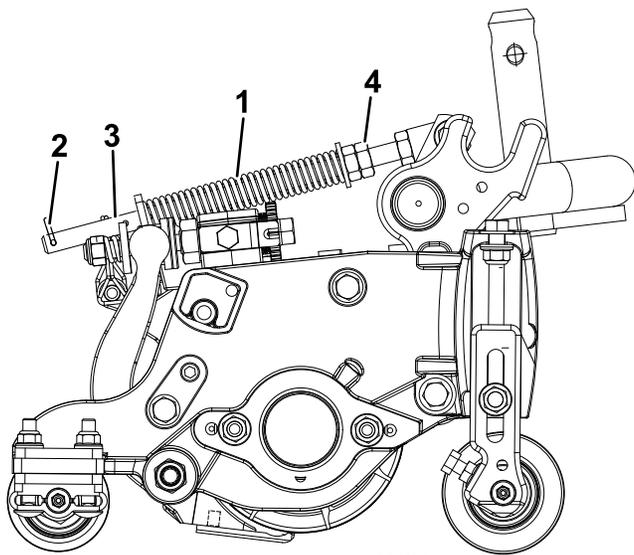

Рисунок 14
Пружина компенсации состояния грунта (Рисунок 14) переносит вес с переднего на задний каток. Это препятствует образованию на грунте волнообразных неровностей (так называемых «волн» или «трясок»).
6. Убедитесь, что игольчатый шплинт вставлен в заднее отверстие штока пружины (Рисунок 14).
7. Затяните шестигранные гайки в передней части штока пружины так, чтобы длина сжатой пружины (**Рисунок 14**) составляла 12,7 см на машине с 5-дюймовыми режущими блоками или 15,8 см на машине с 7-дюймовыми режущими блоками.